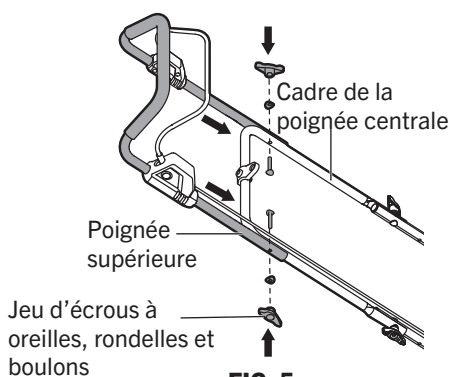

FIG. 5
1. Soulevez le cadre de la poignée supérieure et alignez les deux trous de la poignée supérieure avec ceux du cadre de la poignée centrale, comme illustré à la fig. 5.